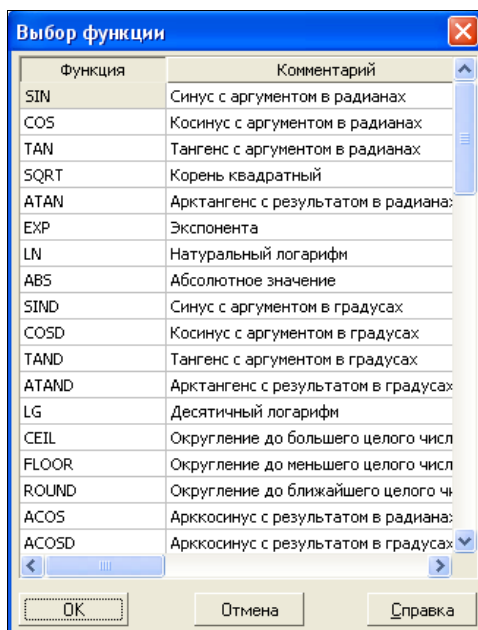

Рис. 48.11. Диалоговое окно **Выбор функции**
- ♦ нажмите кнопку **Вставить функцию**. На экране появится окно **Выбор функции** (рис. 48.11), где вы можете выделить необходимую и нажать кнопку **ОК**. Она будет вставлена в окно **Выражения**;